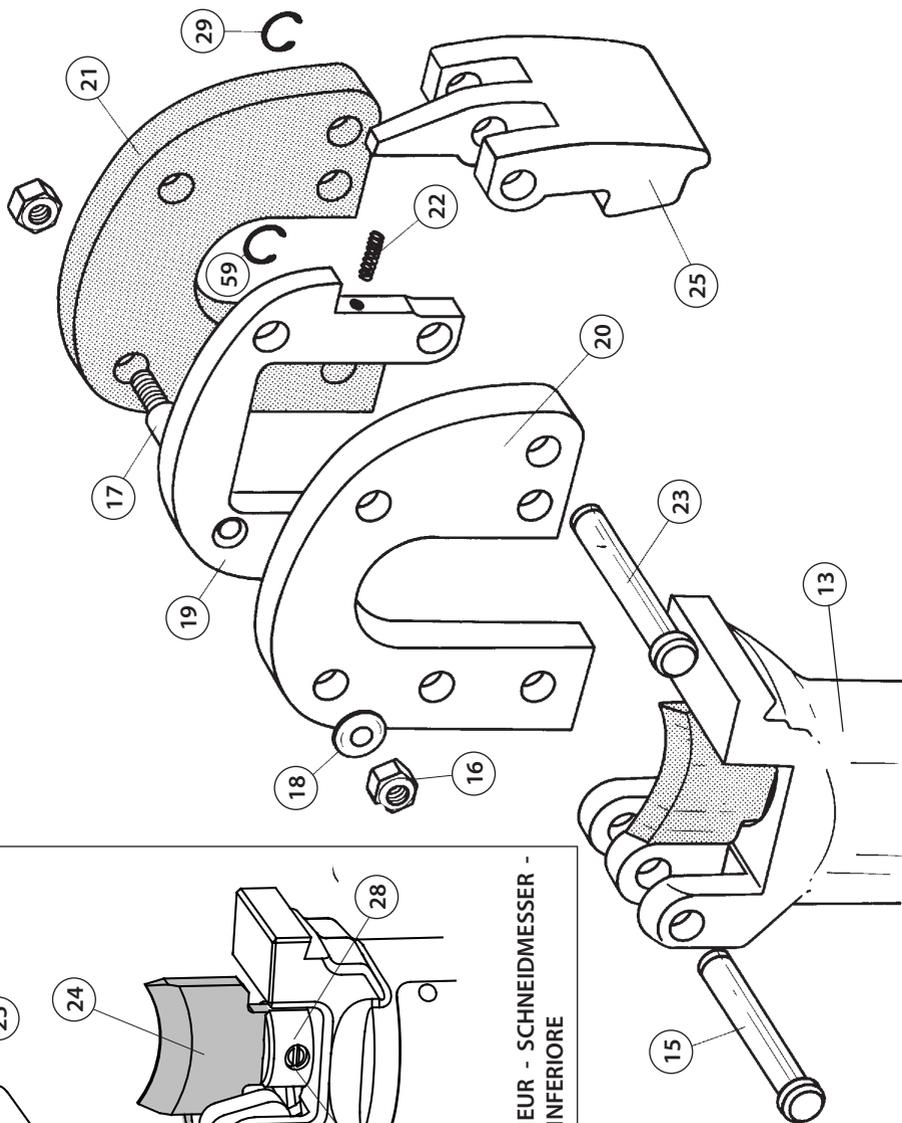

FIG. 4
4.3.1) Lama inferiore: (Rif. a Fig. 4)
- Aprire la testa sganciando il dente di arresto (25) e far ruotare il complesso superiore, completamente fino alla battuta.
- Azionare il manico mobile (40) per fare avanzare la lama inferiore (24) fino a mettere in vista il grano di fissaggio (26) della stessa sul pistone (28).
- Con un cacciavite svitare il grano (26) liberando così la lama.